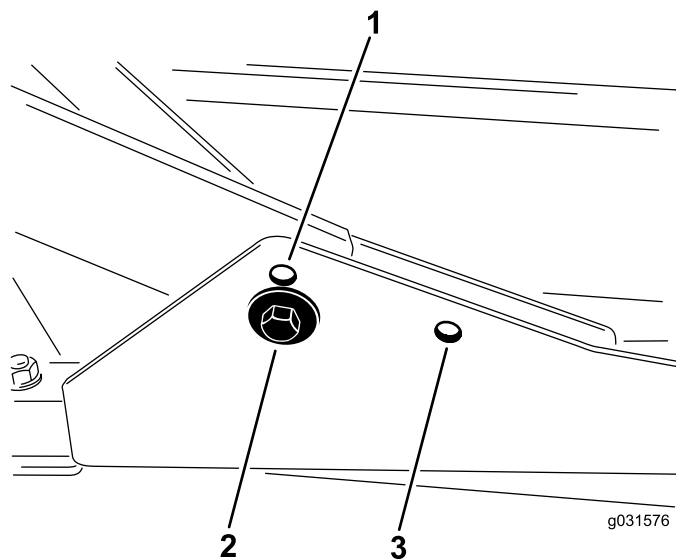

Figura 18
1. Per altezze di taglio comprese tra 2 e 7,6 cm, montate i telai portanti anteriori nei fori di montaggio anteriori inferiori (Figura 18).
2. Per altezze di taglio comprese tra 6,3 e 10 cm, montate i telai portanti anteriori nei fori di montaggio anteriori superiori (Figura 18).
Per tutte le altezze di taglio, montate l'apparato di taglio posteriore nei fori di montaggio posteriori (Figura 18).